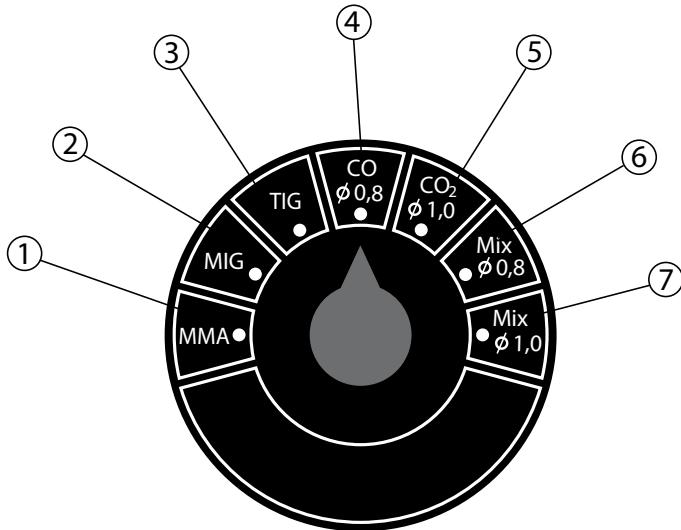

Рис. 6. Настройки способов сварки
7. Произведите настройки процесса сварки на передней панели управления аппарата. Выберите настройки на MIG (**4, рис. 6**) или одну из синергетических настроек (**2, 3, 5 или 6, рис. 6**). С помощью регулятора (**1, рис. 1**) установите значение скорости подачи проволоки, отображаемое на цифровом дисплее (**2, рис. 1**). Регулятором (**13, Рис. 1**) выставьте рабочее напряжение дуги, отображаемое на цифровом дисплее (**14, рис. 1**).
5. Произведите настройки процесса сварки на передней панели управления аппарата. Выберите настройку TIG (**7, рис. 6**), установите требуемое значение тока с помощью регулятора (**1, рис. 1**), оно отображается на цифровом дисплее (**2, рис. 1**). Также настройте время падения тока с помощью регулятора (**13, рис. 1**), отображаемое на цифровом дисплее (**14, рис. 1**).
6. Выберите способ сварки MMA регулятором на передней панели аппарата (**1, рис. 6**). С помощью регулятора (**1, рис. 1**) установите значение тока, отображаемое на цифровом дисплее (**2, рис. 1**), а регулятором (**13, рис. 1**) установите значение тока форсажа дуги, отображаемое на цифровом дисплее (**14, рис. 1**).